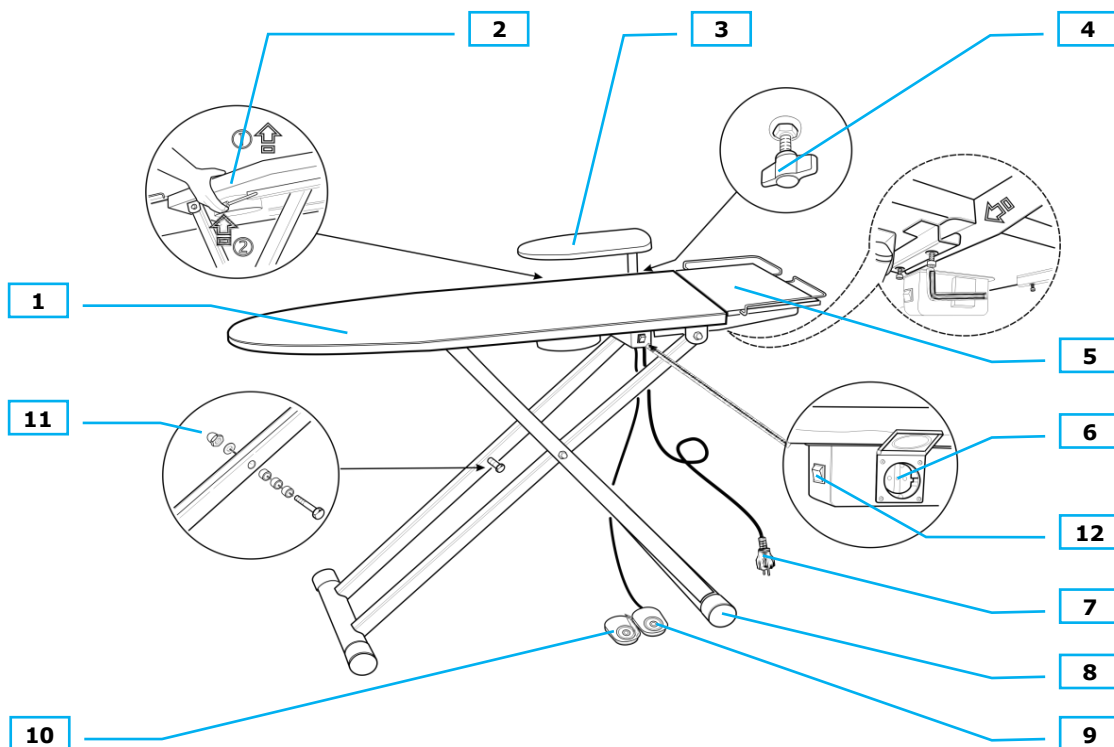

Fig. 1
2. **Estrarre l'EOLO/ZEFFIRO dalla scatola (fig. 1).**